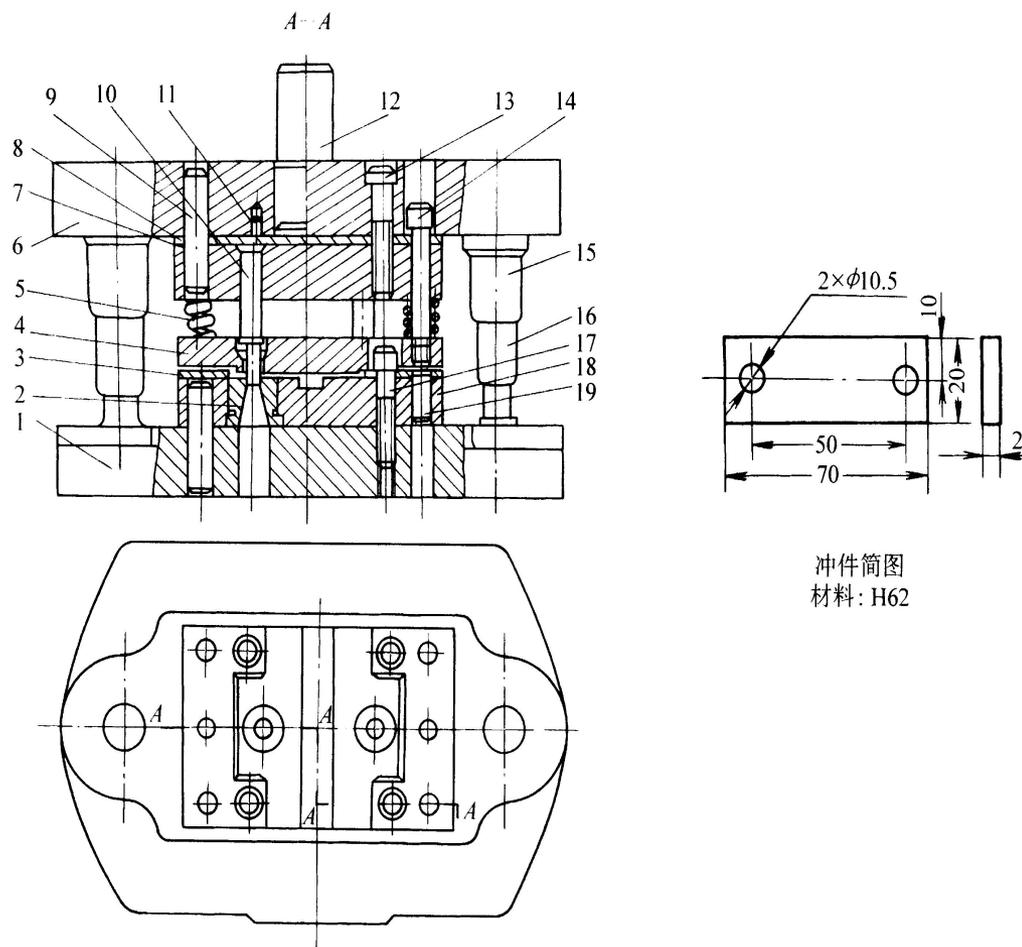

图2-46 冲孔模
- 图2-46所示为冲裁电度表固定板的冲孔模，冲裁材料为H62黄铜板，厚度为2mm。模具装配过程如下：
■ ①装配固定部分
- 步骤一：由图2-46中可以看出，下模座1是冲孔模的装配基准件。因此，首先装配导柱和导套，并将其组装在模座上，然后将装配好导柱、导套的上、下模座分开。将凹模2表面涂油后压入固定板18的孔中。固定后，将固定板18和凹模2的上、下平面在平面磨床上一起磨平。
②装配活动部分